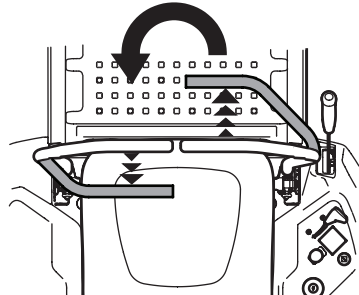

Figure 35
3. Pour tourner à gauche, poussez la barre de conduite droite vers l'avant et tirez la barre de conduite gauche vers l'arrière (Figure 35).